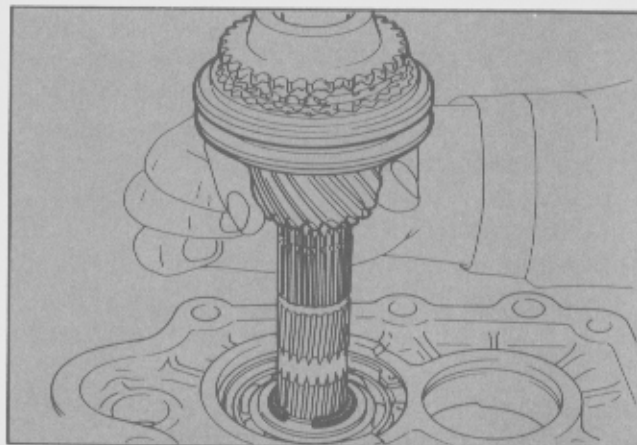

Fig. 24 - Extracción del engranaje de 5ta. velocidad.
- Retirar el anillo de retención y el engranaje de quinta velocidad (ya extraídos de su posición) completo con el sincronizador (Fig. 24).